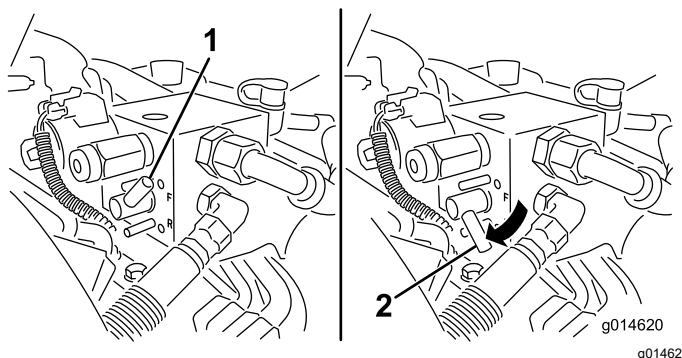

Figura 59
5. Gire la palanca de autoafilado a la posición de MARCHA ATRÁS (R) (Figura 59).